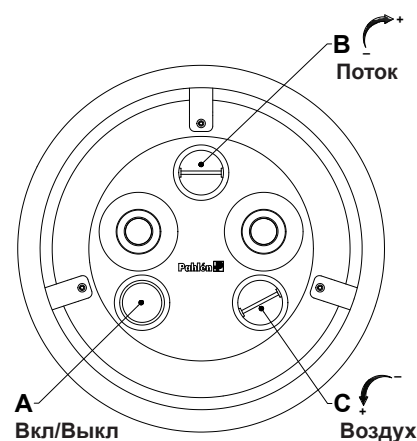

Рис.1.
8. Проверьте, что направление вращения электродвигателя совпадает с направлением вращения указанным на корпусе насоса. Откройте вентили. Полностью заполните насос водой перед запуском при помощи стартовой кнопки (А рис.1) на панели из нержавеющей стали.
9. Мощность потока может регулироваться при помощи ручки (В рис. 1), расположенной над соплами. Струю со смешиванием воздуха можно получить, вращая ручку (С рис.1), расположенную под соплами.
9. Мощность потока может регулироваться при помощи ручки (В рис.1), расположенной над соплами. Струю со смешиванием воздуха можно получить, вращая ручку (С рис.1), расположенную под соплами.
Перед запуском заполнить насос водой. **Не включать насос без воды**, это может повредить составные компоненты. Проверить перед запуском, открыты ли все впускные и выпускные вентили. Jet Swim-насос запускается и останавливается при помощи воздушного импульса с использованием стартовой кнопки (А), панель из нерж.стали, см. рис. 1. Мощность потока может регулироваться при помощи ручки (В), см. рис. 1. Струю со смешиванием воздуха можно получить, вращая ручку (С), расположенную под соплами, см. рис. 1.